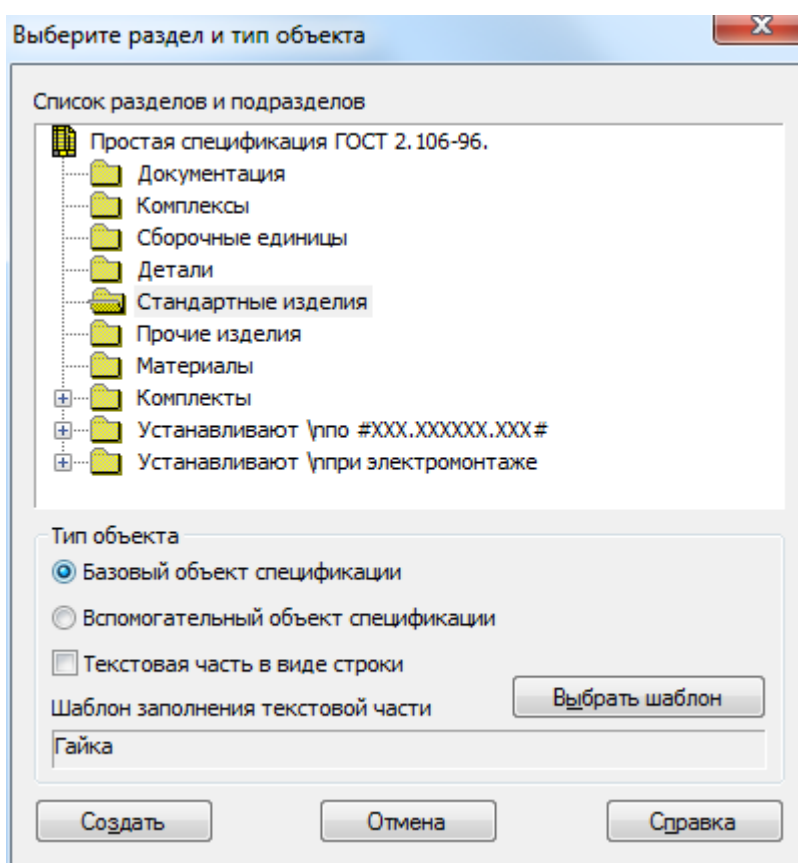

Рисунок23 – Окно выбора раздела спецификации
7. Выберите команду меню Спецификация ▶ Добавить объект. В появившемся диалоговом окне (Рисунок23) выберите раздел спецификации – Стандартные изделия, нажмите кнопку Выбрать шаблон.